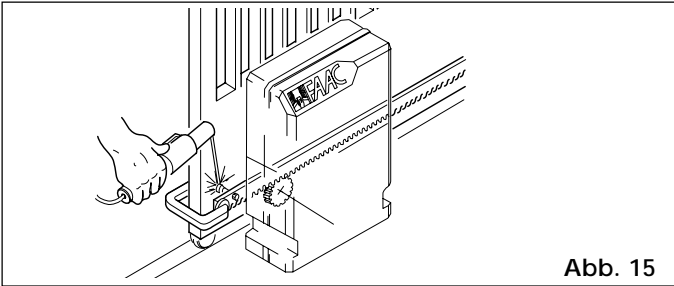

Abb. 15
- 3) Das erste Zahnstangenelement bündig auf das Ritzel auflegen und den Bolzen gem. Abb. 15 am Tor verschweißen.